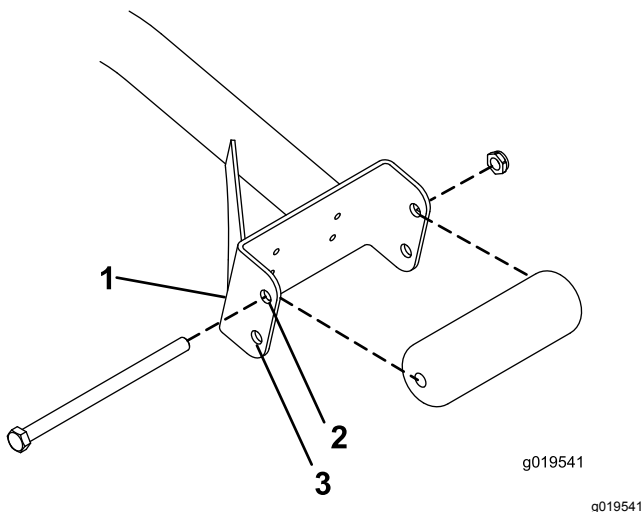

Bild 3
- Befestigen Sie die Rollen an 69 cm-Schneideinheiten in den oberen Befestigungslöchern der Stützkanäle (Bild 3).
- Befestigen Sie die Rollen an 81 cm-Schneideinheiten in den unteren Befestigungslöchern der Stützkanäle (Bild 3).